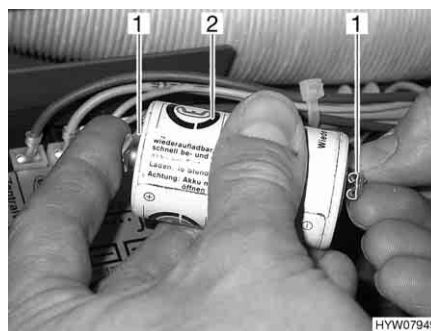

Fig. 72 Ponticello della chiusura centralizzata per blocco cucina
- Appoggiare le estremità dei cavi (Fig. 72,1) a una normale pila da 1,5 volt (Fig. 72,2) rispettando la polarità. L'apparecchio di controllo viene collegato a ponticello. La chiusura centralizzata si apre.